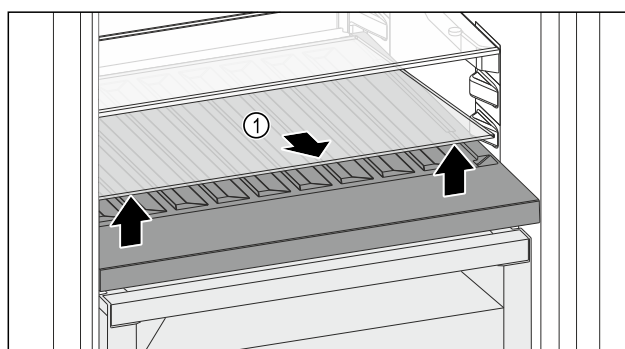

Fig. 180
- Sollevare il ripiano di vetro Fig. 180 (1) dall'incavo anteriore e rimuoverlo.
- Conservare il ripiano di vetro Fig. 180 (1) fuori dall'apparecchio in un luogo sicuro.
- Inserire il ripiano di vetro (2) sotto il vano bottiglie variabile.